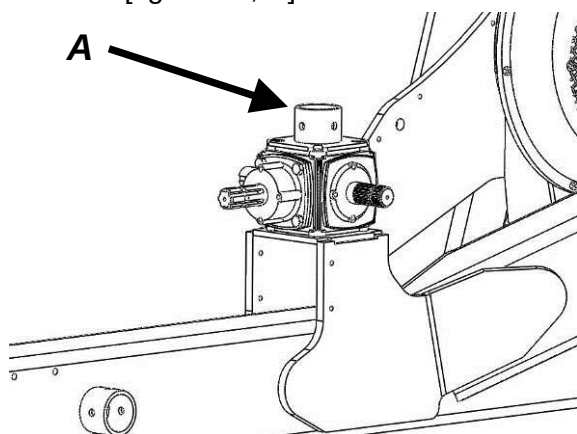
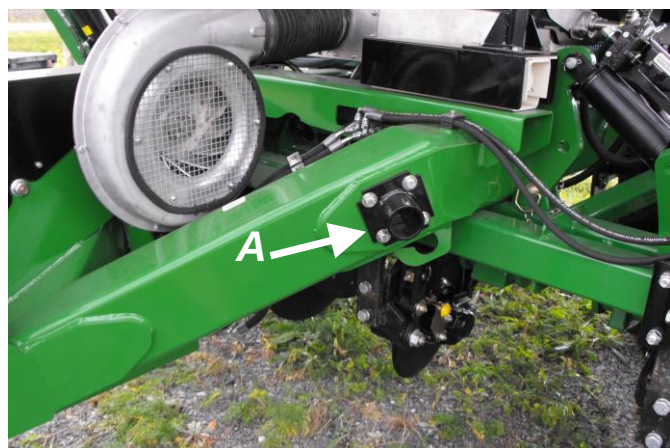

Figure 2
Figure 2B
8. Relevez le cric et installez-le sur le support de cric situé sur la boîte d'engrenage de la soufflerie [figure 2, A]. Si votre distributeur est équipé d'une turbine BC172 [figure 20B], vous devez entreposer votre cric sur le châssis [figure 2B, A]